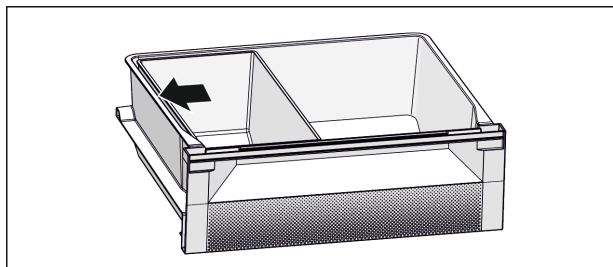

Fig. 6
- ▶ Umiestnite misku Fish & Seafood. Zobrazenou polohou Fig. 6 () získate optimálnu chladiacu funkciu.